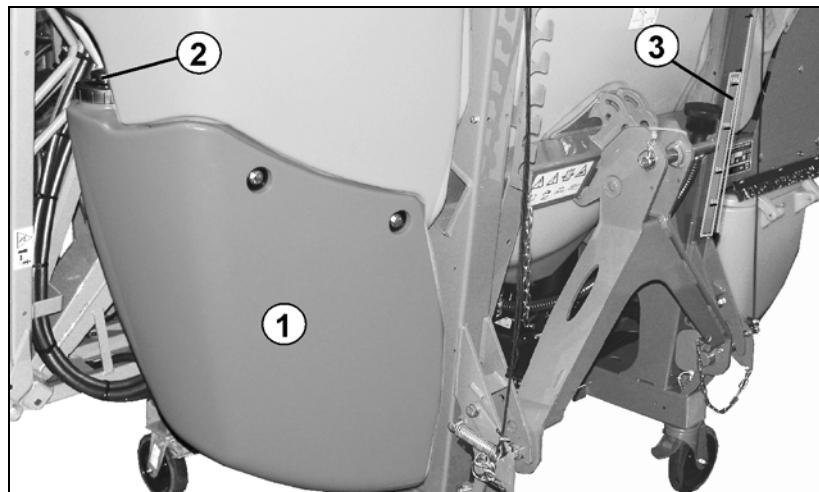

Рис. 41
Включенная мешалка непрерывно перемешивает находящийся в баке раствор, тем самым обеспечивая его гомогенность. Производительность мешалки регулируется с помощью специального крана (Рис. 41/C).
- Позиция Рис. 41/1: мешалка выкл.
- Позиция Рис. 41/2: мешалка на макс. производительности.